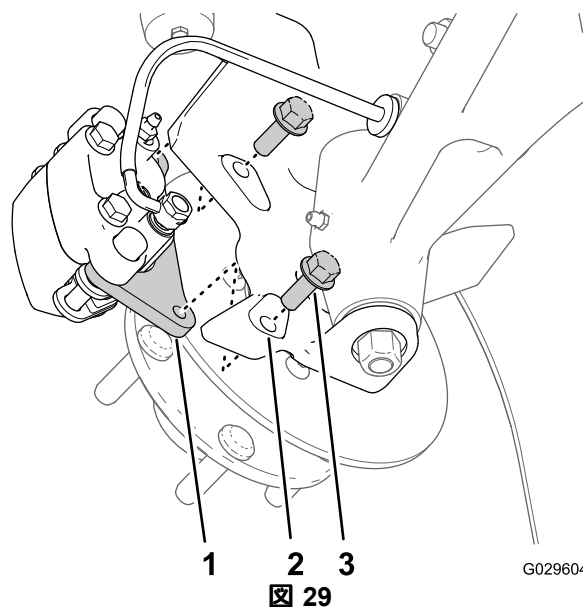
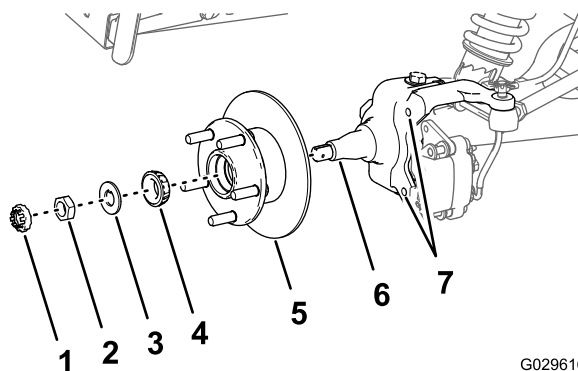

図 29
図 33
3. ブレーキアセンブリ用のブラケットをスピンドルに固定しているフランジヘッドボルト3/8 x 1 インチを外してスピンドルからブレーキを取り外す 図 29。
1. スピンドルに所定のグリスを薄く塗る 図 33。
2. ハブとロータをスピンドルに取り付ける。ロータを内側にする 図 33。
3. スピンドルに外側ベアリングを取り付けてレースにはめる 図 33。
4. スピンドルにタブワッシャを取り付ける 図 33。
5. スピンドルにスピンドルナットを取り付け、ハブを回しながらナットを締めつける 図 33。
2. ブレーキパッドをロータのそれぞれの側に合わせ 図 29、キャリパブラケットの穴と、スピンドルフレームのブレーキ取り付け部の穴を整列させる 図 33。
3. キャリパブラケットをスピンドルに組み付ける 図 29 フランジヘッドボルト 3/8 x 1 インチ 2 本を使用し、4754N・cm 0.400.46kg.m にトルク締めする。